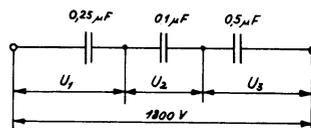

Fig. 10
10. An einem kapazitiven Spannungsteiler wird eine Wechselspannung von 1800 V angelegt. Berechne die Einzelspannungen U_1 , U_2 , U_3 (Fig. 10).